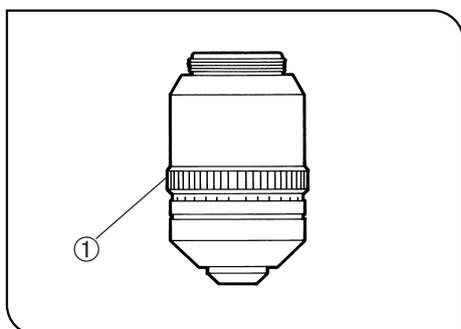

Fig. 34
- Se lo spessore del vetrino coprioggetto è noto, regolare il collare di correzione ① su questo valore (Fig. 34).
- Se lo spessore del coprioggetto non è noto, regolare il collare di correzione ① e la messa a fuoco micrometrica alternativamente fino a raggiungere la massima risoluzione.